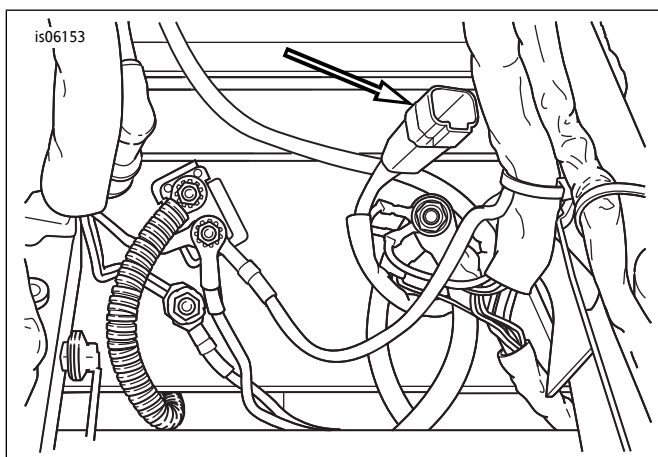

图1。座椅下方附件连接器[4]的位置
10. 在座椅下方区域找到四通道附件连接器[4]。参见图1。从附件连接器上拆下塞。将脚踏板衬垫线束连接到附件连接器。